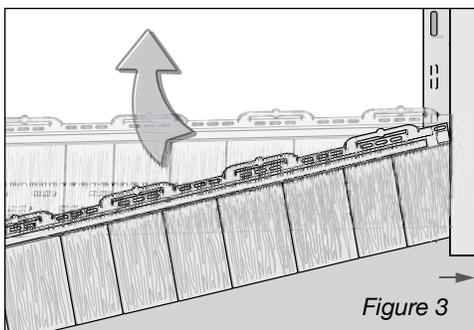

Figure 3
2. En commençant par le côté droit du mur, accrochez la patte de verrouillage inférieure du panneau dans la bande de départ et faites glisser le panneau dans le coin ou le canal de réception (figure 3). Laissez un espace de 1/4 po (0,64 cm) entre le panneau et le coin pour permettre l'expansion. Si vous prévoyez d'installer le coin à onglet, placez le panneau à 3 po (7,62 cm) du coin.